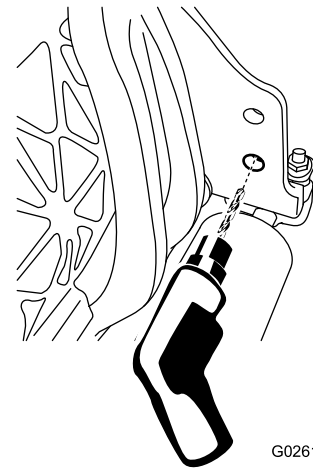

图14
- 使用 9mm 钻头扩大滚刀组右侧上的下部孔 (图14)。